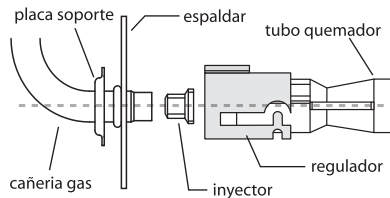

fig.14
- 3.- Con una llave de copa o dado de 7 mm. (9/32) retire el inyector y sustitúyalo por el correspondiente para gas natural. (fig.14)